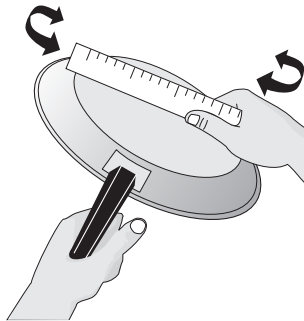
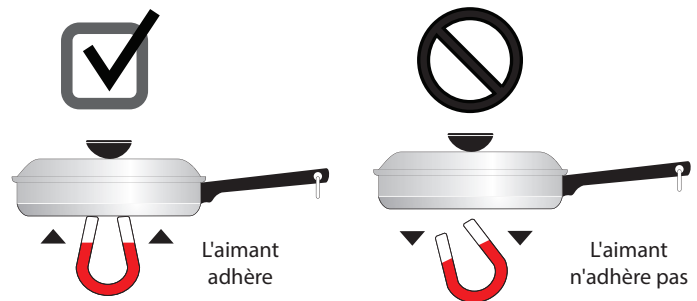
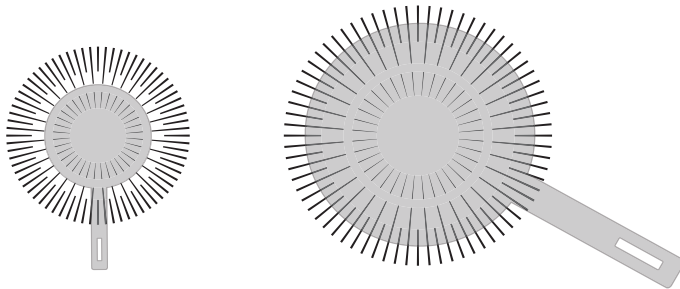

Figure 2: Test de la règle
Figure 4: Test de l'aimant
Figure 6: Ustensile de cuisson de la bonne dimension
Le type d'ustensile de cuisson utilisé et sa dimension influencent le réglage de la température nécessaire à l'obtention de résultats de cuisson optimaux. Assurez-vous de suivre les recommandations relatives à l'utilisation des ustensiles appropriés, tel qu'illustré sur la Figure 2 et la Figure 4.
Vérifiez que le fond des ustensiles de cuisson est bien plat en y faisant tourner une règle (voir Figure 2). Les ustensiles de cuisson doivent avoir un dessous plat qui entre bien en contact avec toute la surface de la zone de cuisson (voir Figure 6 à la page 11).
- **Acier inoxydable** – Conducteur de chaleur lent qui donne des résultats de cuisson variables. Il est durable, facile à nettoyer et il résiste aux taches. Certains types d'acier inoxydable ne fonctionneront pas sur une table de cuisson à induction. Utilisez le test de l'aimant (Figure 4) pour vérifier le magnétisme de votre ustensile de cuisson en acier inoxydable.
- **Émail vitrifié sur métal** – Les caractéristiques de chauffage varient selon le matériau de base. Un ustensile fait d'un métal compatible recouvert d'émail vitrifié fonctionnera sur une table de cuisson à induction. Utilisez le test de l'aimant (Figure 4) pour vérifier le magnétisme de votre ustensile de cuisson en émail vitrifié. To see if a piece of cookware will work on your induction cooktop, try to stick a magnet to it. If the magnet clings firmly to the bottom of the cookware, the cookware will work on your induction cooktop.
Pour vérifier qu'un ustensile de cuisson fonctionnera sur votre table de cuisson à induction, essayez d'y faire coller un aimant (voir Figure 4).